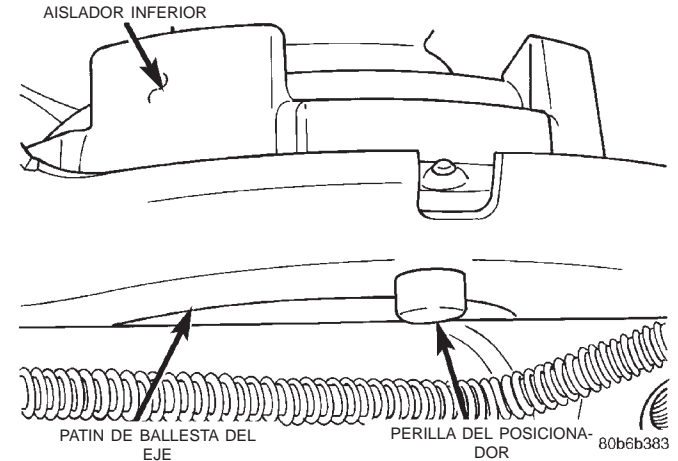

Fig. 4 Perilla del posicionador de aislador
- (1) Instale el aislador superior.
- (2) Instale el aislador inferior colocando la perilla del posicionador de aislador en el orificio de la planchuela del eje (Fig. 4).